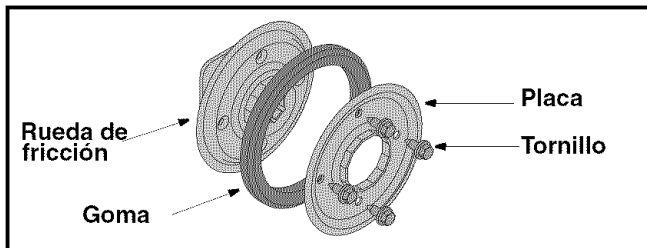

Figura 20
- Saque los cuatro tornillos del montaje de la rueda de fricción. Saque la goma de la rueda de fricción de entre la placa de la rueda de fricción. Vea la Figura 20.
- Vuelva a ensamblar la goma nueva de la rueda de fricción al ensamblado de la rueda de fricción, ajustando los cuatro tornillo en rotación y con la misma fuerza. Vea la Figura 20.